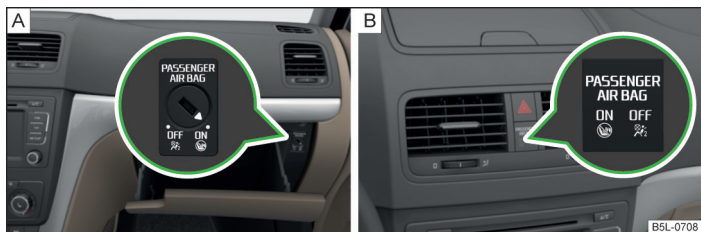

Fig. 148 Comutator cu cheie pentru airbagul frontal al pasagerului față / lampă de control pentru dezactivarea/activarea airbagului frontal al pasagerului față
- Lampa de control **OFF**  **3** » fig. 148 la pagina 182 se aprinde la cuplarea contactului.
- › Cu ajutorul cheii, rotiți cu grijă fanta comutatorului cu cheie în poziția **OFF** » fig. 148 - **A**.
- › Verificați dacă, după cuplarea contactului, este aprinsă lampă de control **OFF**  în inscripția **PASSENGER AIR BAG ON OFF** » fig. 148 **B**.
- › Cu ajutorul cheii, rotiți cu grijă fanta comutatorului cu cheie în poziția **ON** » fig. 148 - **A**.